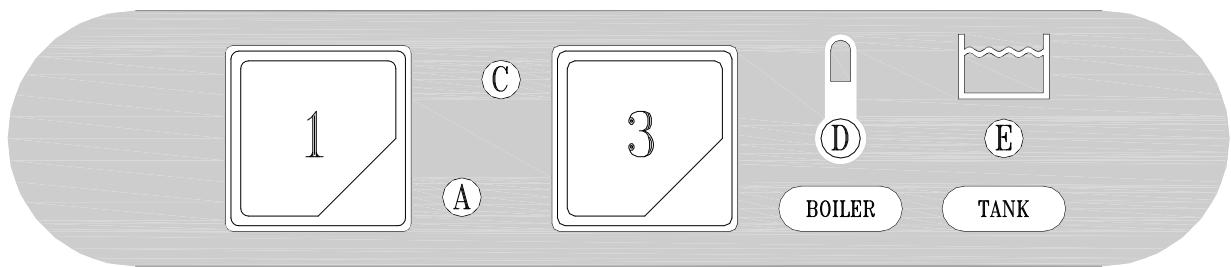

Fig. 3-2
- A riempimento avvenuto, aprire la porta (I) e introdurre il detersivo (ca. 2 gr. per litro di capacità della vasca). Inserire il cesto (L) carico e chiudere la porta (I). A questo punto premere il pulsante START (3) (almeno per 2 secondi) e avrà inizio il ciclo di lavoro visualizzato dalla lampada spia (C): la fine del ciclo coincide con lo spegnimento di questa spia. Per spegnere la macchina si dovrà disinserire l'interruttore (1) portandolo nella posizione (0) spia (A) spenta. (fig.3-2÷3-3).
- When the water intake cycle is complete, open the door (I) and add detergent (about 2 g. per litre of tank capacity). Position the full basket (L) and close the door (I). Now press the START button (3) (at least for 2 seconds) and the wash cycle displayed by light (C) will start. When the cycle is over, this light goes out. To turn off the appliance, turn the switch (1) to 0. Light (A) indicates the appliance is off (fig.3-2÷3-3).
- Nach erfolgter Füllung die Tür (I) öffnen und das Spülmittel einfüllen (ca. 2g/l Fassungsvermögen des Spülbehälters) Den gefüllten Geschirrkorb (L) einsetzen und die Tür (I) schließen. Nun die START-Taste (3) mindestens 2 Sekunden lang drücken, und das Spülprogramm beginnt, die Kontrolllampe (C) leuchtet auf und am Programmende erlischt die Kontrolllampe. Um das Gerät auszuschalten, muß der Schalter (1) auf die Position 0 gestellt werden, die Kontrolllampe (A) erlöscht (fig.3-2÷3-3).
- Lorsque le remplissage est terminé, ouvrir la porte (I) et verser le détersif (environ 2 g pour chaque litre remplitant la cuve). Introduire le panier (L) plein et fermer la porte (I). A ce stade, presser le bouton-poussoir START (3) (au moins 2 secondes) et le cycle de fonctionnement commencera, visualisé par la lampe-témoin (C). La fin du cycle coïncide avec l'extinction de ce voyant. Pour arrêter la machine, il faudra débrancher l'interrupteur (1) en le ramenant sur la position 0: lampe-témoin (A) (fig.3-2÷3-3).
- Después del llenado, abra la puerta (I) y vierta el detergente (2 gramos aproximadamente por litro de capacidad de la cuba). Introduzca el cesto (L) carga y cierre la puerta (I). Pulse ahora START (3) (al menos durante 2 segundos) para arrancar el ciclo de trabajo: se enciende la luz testigo (C), que se apagará al final del ciclo. Para apagar la máquina desconecte el interruptor (1): posición 0, luz testigo (A) apagada (fig.3-2÷3-3).